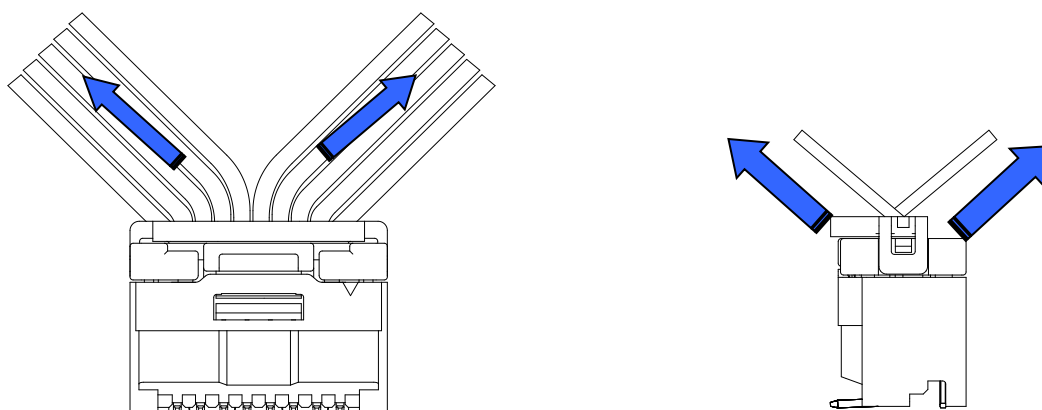

Fig.10-3-3 2方向以上での電線引き回し状態
- ※ 嵌合後、機器内での電線の引き回しの際、2方向以上での引き回しは避けてください。(Fig.10-3-3)